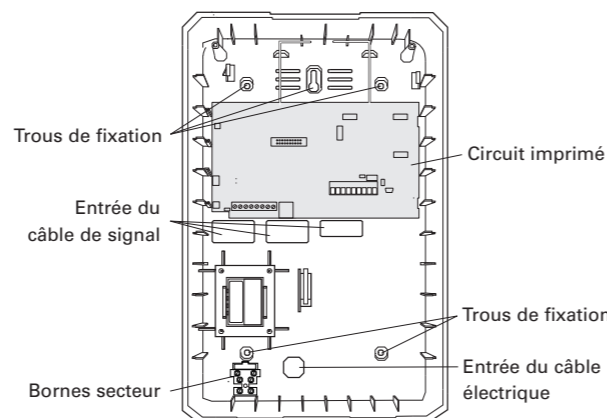

Figure 3. Trous de fixation et entrées de câble
- Les câbles doivent entrer dans la centrale par des trous d'entrée de câble dédiés (Figure 3).
Monter la centrale en utilisant au moins 4 trous de fixation (Figure 3) et des vis N° 10/5 mm d'une longueur minimum de 36 mm. Utiliser uniquement les trous d'entrée de câble désignés.